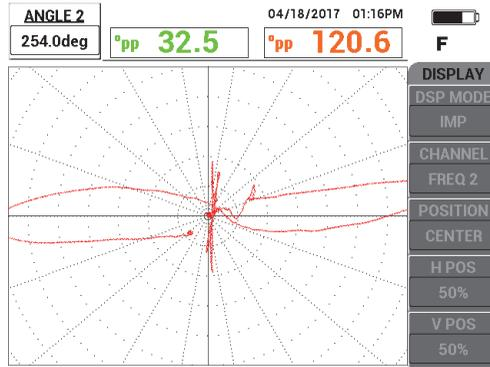

Figura 5-200 Ajuste de ángulo con la frecuencia 2 (FREQ 2)
5. Pulse la tecla ANGLE (◁) y, después, gire la señal hasta que se encuentre en posición vertical en la pantalla del equipo (vea la Figura 5-200 en la página 293).